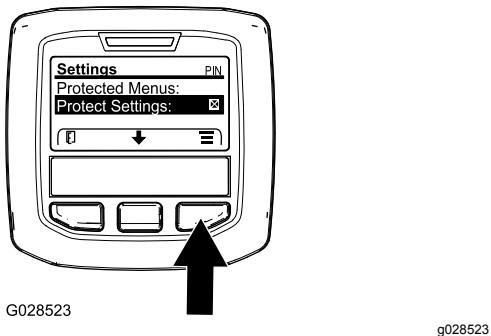

Рисунок 14
1. В MAIN MENU (Главном меню) с помощью средней кнопки прокрутите меню вниз к позиции меню SETTINGS (Настройки) и нажмите правую кнопку (Рисунок 14).